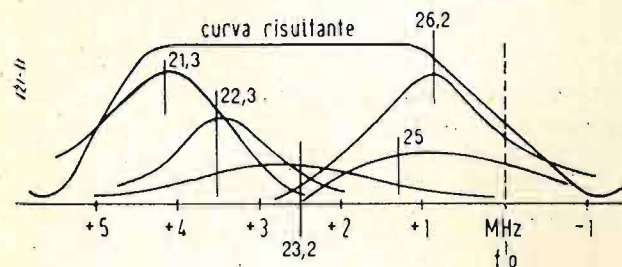

Fig. 4.
allo stesso modo ed hanno ciascuno una curva di sintonia diversa per forma, larghezza e guadagno sicché vengono usati secondo lo stadio cui vengono destinati e il risultato che devono dare; così avverrà di trovarne di tipi diversi nello stesso ricevitore. A titolo di esempio, in fig. 4 sono segnate le curve singole di sintonia di cinque stadi accordati di Media frequenza e quella risultante dal loro prodotto in un apparecchio della RCA.
3) Ad un aumento del negativo base di griglia (CAV) comune a tutti gli stadi (spesso accoppiati alla regolazione del contrasto) supponiamo di 1 V non corrisponde un egual proporzionale aumento di ogni singola curva di sintonia; ma ogni stadio presenterà un plusguadagno diverso a seconda dello stato di accoppiamento, delle resistenze di carico o della controreazione applicata sicché la curva risultante di sintonia non varierà equamente in tutti i suoi punti, ma assumerà a volta a volta le figure 5a) o 5b) o altre comunque dissimili da quella ideale di fig. 4.